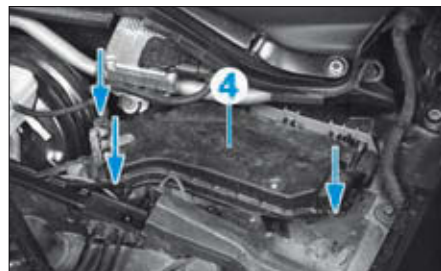

FIG. 23
- Déposer les vis et retirer le couvercle (4) du calculateur (Fig.23).